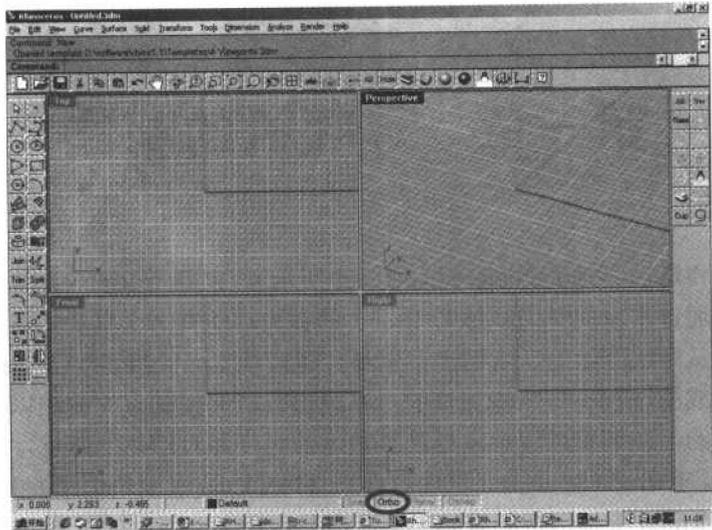

图 1.2 Rhino 的操作界面
运行 Rhino 程序，我们看到的是如图 1.2 所示的界面。
- (1) 打开 Ortho 选项（在屏幕正下方，如图 1.2 中圈选部分），可以用鼠标左键单击 Ortho 选项，也可以按 F8 键直接打开，该选项的作用是打开正交绘图模式，当它被激活的时候，鼠标只能在平行于坐标轴的方向上进行操作。